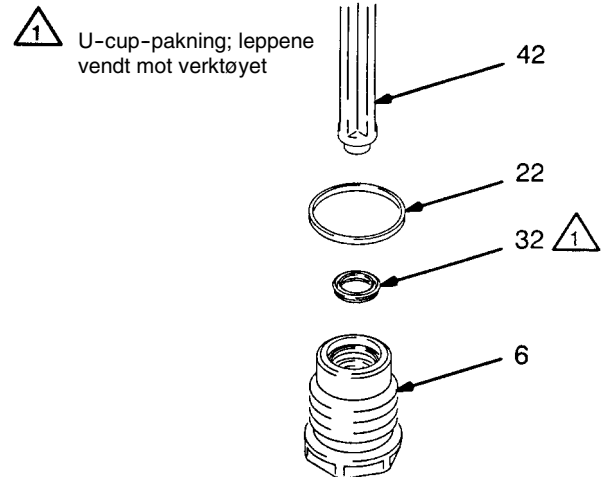

Fig. 12
10. Ta U-cup-pakningen (32) ut av væskejusteringsmutteren (6). Se Fig. 12. Vær forsiktig så du ikke skader pakningsoverflaten eller de innvendige gjengene i mutteren.
11. Monter den nye U-cup-pakningen ved hjelp av pakningsmonteringsverktøyet (42). Pakningsleppene skal vende mot verktøyet, som vist på Fig. 12. Dette gjør det enklere å påføre jevnt trykk på leppene på U-cup-pakningen og unngå at de blir skadet.
12. Skyv U-cup-pakningen (32) inn i væskejusteringsmutteren (6) inntil du føler et merkbart knepp.
13. Monter den nye pakningsringen (22).